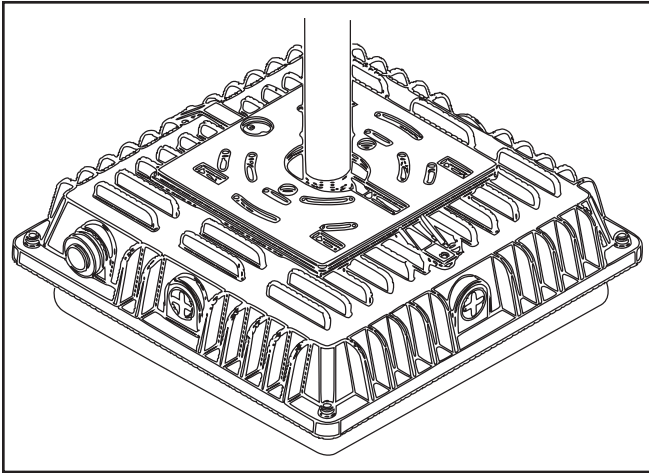

Figure 3.
1. Insérez les fils d'entrée dans le conduit fileté de 6 po x 3/4 po (non fourni), appliquez de la silicone RTV entre les filetages et vissez le conduit dans le filetage du luminaire (figure 3).